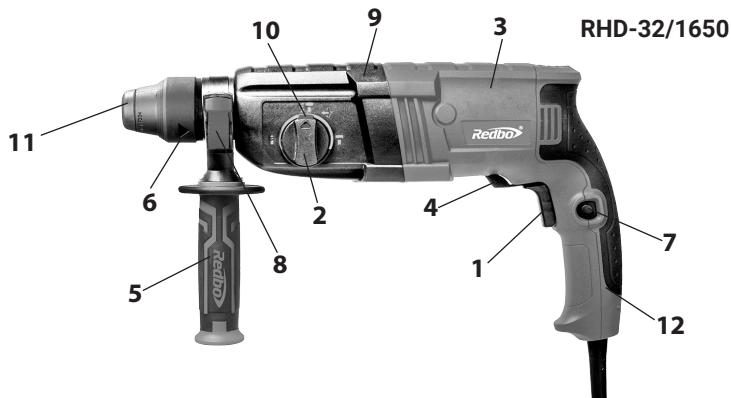

рис.1
6. Общий вид перфоратора представлен на рис. 1
7. Перфоратор состоит из горизонтально расположенного коллекторного двигателя в пластиковом корпусе (рис.1 поз.3), выполненном заодно с рукояткой. В крышке корпуса (рис.1 поз.12) расположен щеткодержатель в сборе. Рычагом переключателя реверса (рис.1 поз.4), меняя расположение щеток, направление вращения якоря меняется на противоположное. К корпусу двигателя крепится корпус редуктора, в котором расположен механизм, передающий вращательное и возвратно-поступательное движение на рабочий инструмент. Крутящий момент с якоря электродвигателя через шестерни, передаётся на ствол с патроном SDS – plus (рис.1 поз.6), расположенный соосно с двигателем. Тип ударного механизма перфоратора - электропневматический. Эксцентриковый подшипник преобразует вращательное движение якоря в возвратно-поступательное движение поршня. С поршня ударник передаёт энергию удара на ствол с патроном SDS – plus. На корпусе редуктора слева расположен переключатель режимов (рис.1 поз.2) с фиксатором (рис.1 поз.10) в трех режимах : «сверление» / «сверление с ударом» / «удар». Кроме того, знаком отмечено положение (без фиксации) разблокировки патрона для изменения положения рабочего инструмента в режиме долбления (функция разблокировки патрона в режиме удара).
В зависимости от вида выполняемой работы, в патрон SDS-plus вставляется необходимая насадка (пика, долото, сверло) с соответствующим хвостовиком, или переходник SDS-plus/сверлильный патрон (не входит в комплект поставки) для установки сверлильного патрона, если необходимо работать в режиме «сверление». Дополнительная рукоятка (рис.1 поз.5) хомутом крепится на корпусе редуктора (рис.1 поз.9). Фиксируется рукоятка, закручиванием по часовой стрелке, в любом положении (от 0° до 360°), что удобно пользователю, как «правше», так и «левше».
В отверстие левой части суппорта рукоятки вставляется, при необходимости, стержень-ограничитель глубины сверления. Фиксируется клавишей (рис.1 поз.8). Клавиша выключателя (рис.1 поз.1) расположена в передней части рукоятки. Включение/отключение инструмента осуществляется нажатием на клавишу выключателя. Силой, приложенной к выключателю, регулируется число оборотов и частота ударов перфоратора. Нажатием кнопки (рис.1 поз.7), выключатель фиксируется в рабочем положении с максимальным числом оборотов (максимальной частотой ударов). При повторном нажатии на клавишу, она и кнопка фикса-
**2.** Установка дополнительной рукоятки и ограничителя глубины сверления: вращением рукоятки (вокруг своей оси) против часовой стрелки, ослабить хомут; установить хомут на цилиндрическую часть корпуса редуктора (перед патроном); повернув рукоятку в нужное положение, зафиксировать хомут и вращением рукоятки по часовой стрелке. Нажатием на клавишу (рис.1 поз.8) освободить отверстие в суппорте рукоятки; удерживая клавишу, вставить стержень фиксации глубины сверления в отверстие; выставив необходимую глубину сверления, отпустить клавишу, которая зафиксирует стержень в данном положении.
**3.** Включение/выключение перфоратора: включение перфоратора осуществляется нажатием на клавишу выключателя; фиксация клавиши в рабочем положении осуществляется нажатием на кнопку (рис.1 поз.7); при повторном нажатии на клавишу выключателя, клавиша вместе с кнопкой фиксации (со щелчком) возвращаются в исходное положение - выключено.
Нажав кнопку фиксации (рис.1 поз.10) в верхней части рукоятки (рис.1 поз.2), начните поворот к необходимому режиму. Отпустите кнопку фиксатора. При достижении выбранного положения, переключатель режимов зафиксируется, а кнопка фиксации (со щелчком) возвратится в исходное положение.
мов (рис.1 поз.2) установить в положении «сверло». При этом режиме перфоратор может работать с патроном SDS-plus, но, как правило, устанавливается ключевой патрон (не входит в комплект поставки).
Положение 2: при работе в режиме сверление с ударом, переключатель режимов (рис.1 поз.2) установить в положение «сверло с молотком».
Положение 3: при работе в режиме удар (долбление), переключатель режимов (рис.1 поз.2) установить в положение «молоток».
В верхней части двигателя (с обеих сторон) расположен рычаг переключения реверса (рис.1 поз.4). На крышке стрелками указано направление вращения. Реверс используется при заклинивании рабочего инструмента и при раскручивании винтов или шурупов.